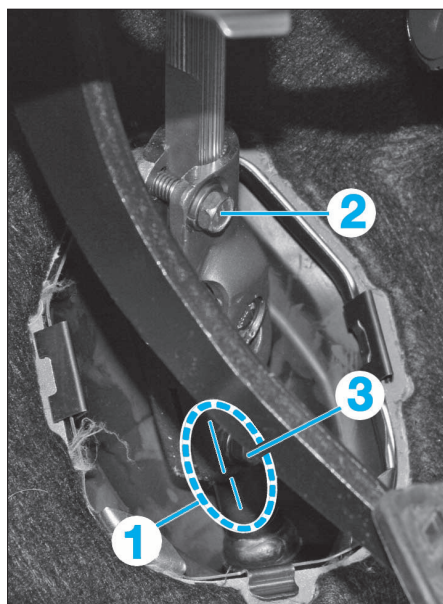

FIG. 10
- Déposer l'arbre supérieur de direction (fig. 10) :
- faire des repères d'alignement (1).
- desserrer la vis (2) et déposer la vis (3).